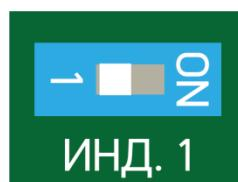

Рисунок 7.31
- отключить сигнальный светодиод БОС, установив флагок выключателя (поз.3 рисунок 7.1) в левое положение (положение «1») (рисунок 7.31);